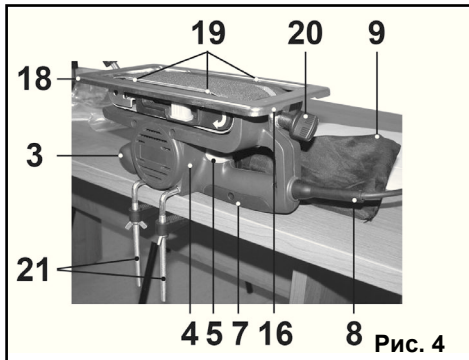

Рис. 4
7.4.3. Используя специальные струбцины (21), вставив их в отверстия (11), зафиксируйте машину на верстаке так, как показано на Рис. 4.